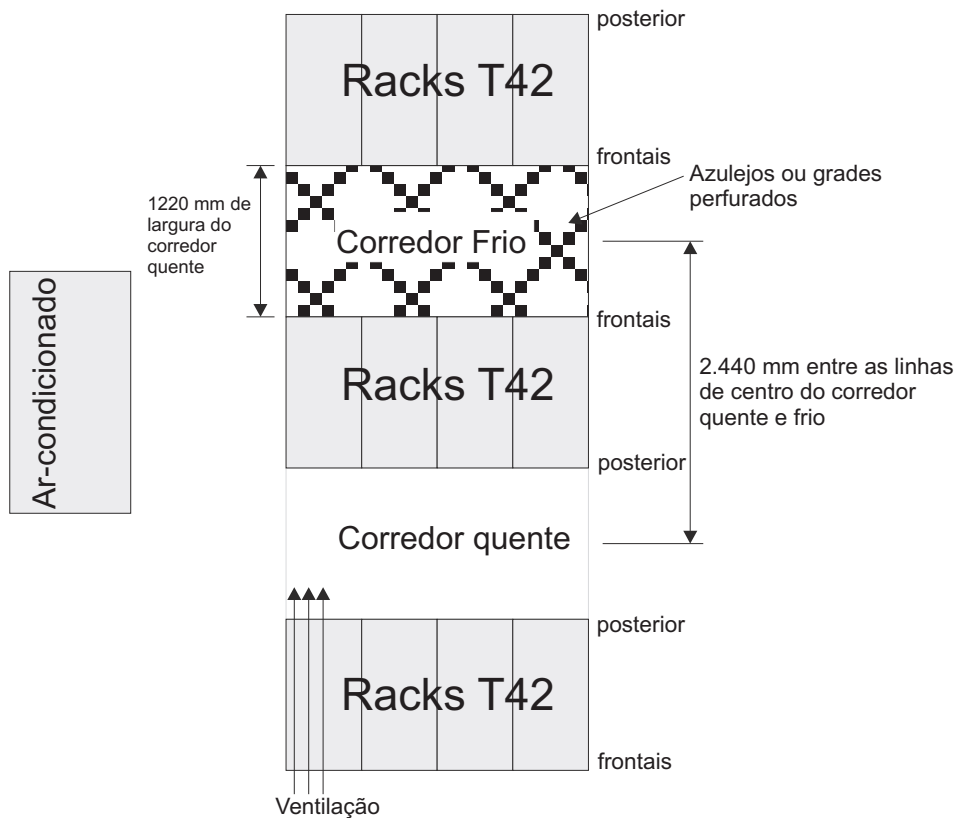

Figura 11. Exemplo de Configuração de Rack com Passagem Fria/Passagem Quente
- O ar entra na parte frontal do rack e sai na parte traseira. Para prevenir que ar liberado do rack entre na abertura de outra peça do equipamento, é necessário posicionar os racks em linhas alternadas, costas com costas ou frente a frente. Essa disposição é conhecida como “passagem fria/passagem quente” e é mostrada na Figura 11 na página 30.